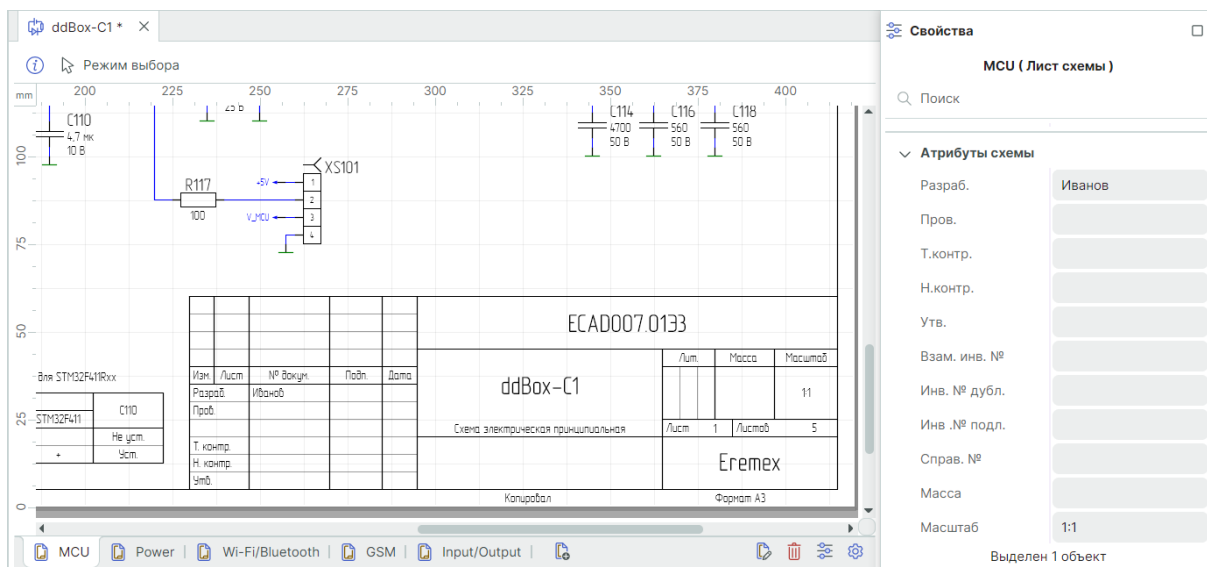

Рис. 33 Редактирование и заполнение штампа
2. Введите данные в необходимый для изменения пункт, см. Рис. 33.